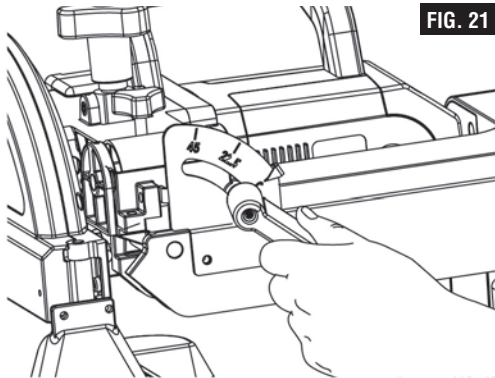

FIG. 21
1. Desserrez le bouton de réglage pour coupe en biseau à l'arrière de la scie (Fig. 21).